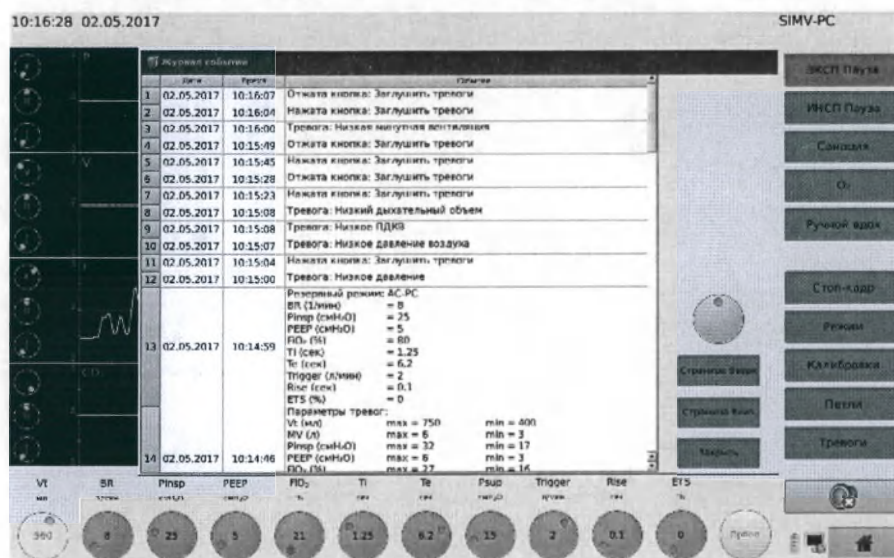

Рисунок 5-11. Активация прокрутки журнала
2. Прокрутка событий журнала осуществляется с помощью энкодера при активации круга прокрутки или кнопками "Страница вверх" и "Страница вниз" (рисунок 5-11).